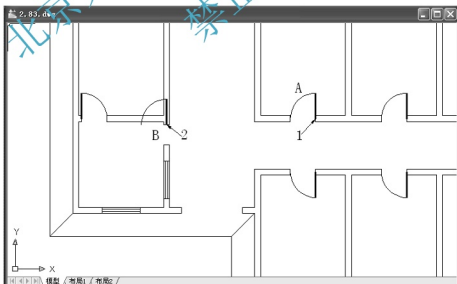

图 2.82 将 A 门复制到 B 处
(1) 用【复制】命令将 A 门复制到 B 处，如图 2.82 所示。
① 单击【修改】工具栏上的【复制】图标 ，启动【复制】命令。
② 在选择对象：提示下，选择 A 门作为被复制的对象，并按 Enter 键进入下一步命令。
③ 在指定基点或【位移(D)】<位移>：提示下，捕捉 A 门的 1 点作为复制基点。
④ 在指定基点或【位移(D)】<位移>：指定第二个点或 <使用第一个点作为位移>：提示下，捕捉 B 门洞口的 2 点。这样，就将 A 门复制到了 B 门洞口处。